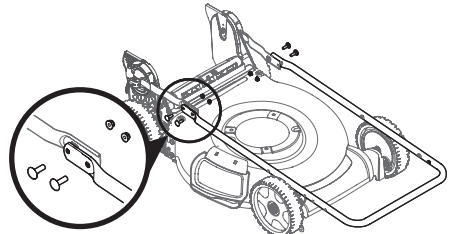

Figure 12
4. Utilisez les quatre boulons de carrosserie et les écrous retirés à l'étape 1 pour fixer les deux parties du guidon. Serrez-les bien pour fixer le guidon. Voir Figure 12.